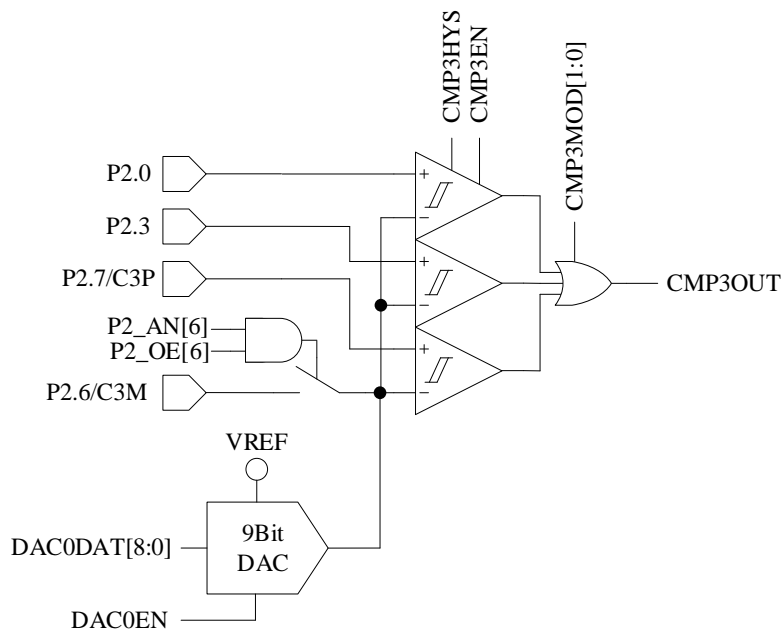

图 29-4 三比较器输入模式
- 配置 CMP_CR1[CMP3MOD] = 1X，CMP3 为三比较器输入模式，具体输入输出端口接法如图 29-4 所示